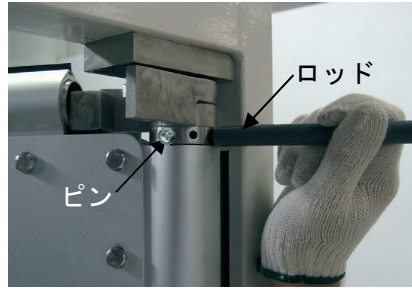

図 10
- ① ヒンジを右側に見た状態でドアを 90° 近くまで押し開けて保持し、ドア上部金物の穴の一つにロッド (S サイズ: 4.5φ, L サイズ: 8φ) を差し込みます。(図 10 参照)
- ② ①の状態のままピンをドライバー等 (S サイズは+ドライバー) を使って抜き取ります。(ピンの形状は、S サイズはネジ式ですが、L サイズは挿入式です。)